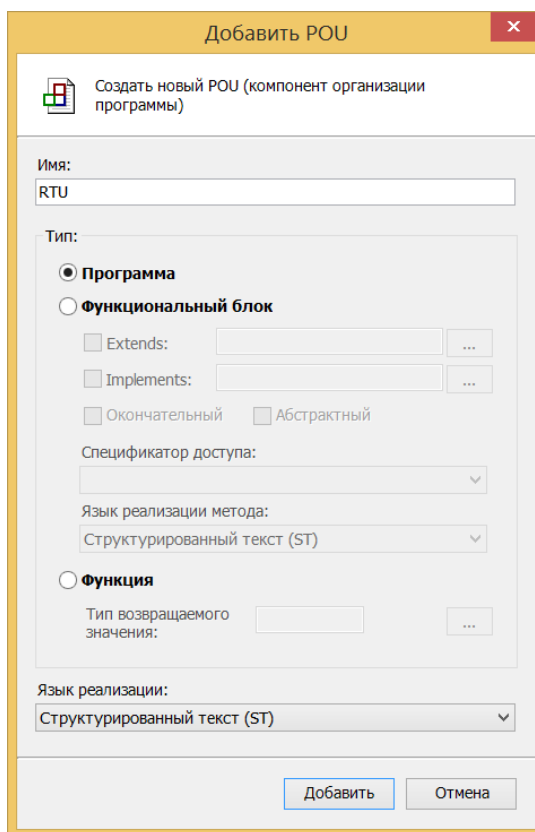

Рисунок 93 – Окно настроек добавления нового POU
В открывшемся окне «Добавить POU» выбираем тип «Программа», язык реализации «Структурированный текст (ST)» и даем имя RTU и жмем кнопку «Добавить» (рисунок 93)